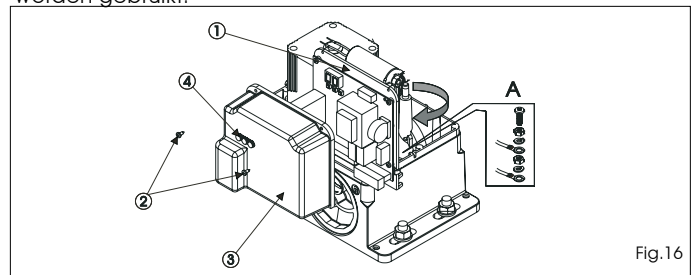

Fig.16
Sluit de aardkabel aan zoals op Fig. 16 ref. A.
Bij motorvertragingen de elektronische bedieningsapparatuur bevestigd aan een verstelbare steun (Fig. 16, ref. 1) met transparant deksel (Fig. 16, ref. 3). Op het deksel zitten de programmeerknoppen van de kaart (Fig. 16, ref. 4), zodat de kaart kan worden geprogrammeerd zonder dat het deksel hoeft te worden verwijderd.